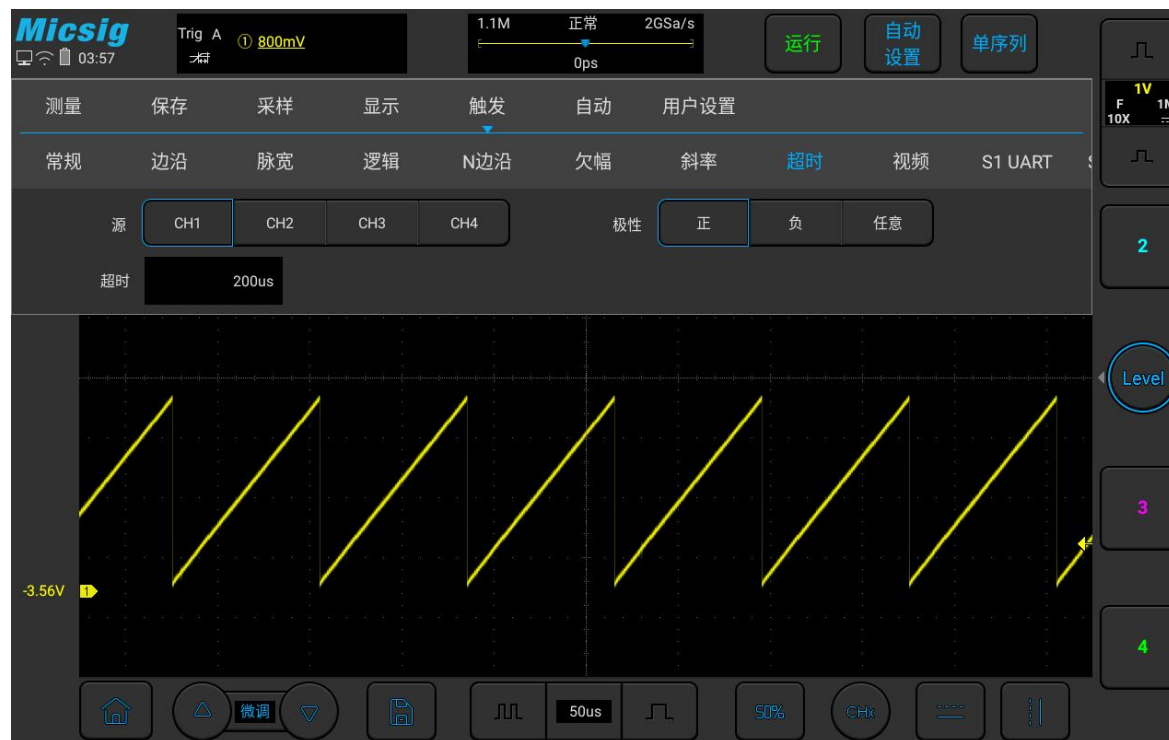

图 5-29 超时触发
1) 打开触发菜单，轻点“触发”打开触发菜单，在触发类型中选择超时触发，对超时触发进行如下设置，见图 5-29：